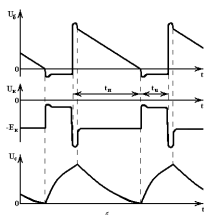
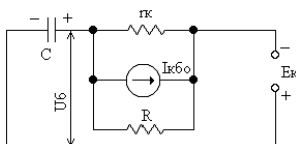

Рис.1.1
Рис.1.2
3. Объяснить характер временной диаграммы БГ с 0Э на рис.1.1 и принцип составления эквивалентной схемы на рис.1.2.